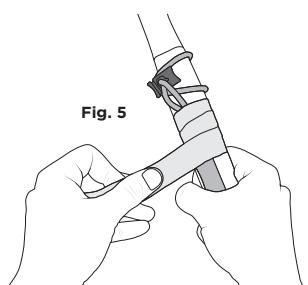

Fig. 5
5. Select and apply the appropriate Tool Trap™ using the selection grid to secure your elastic loop Tool Tail™ [fig. 5].
5. Seleccione y aplique la Tool Trap™ adecuada mediante la cuadrícula de selección para asegurar la Tool Tail™ de lazo elástico [fig. 5].